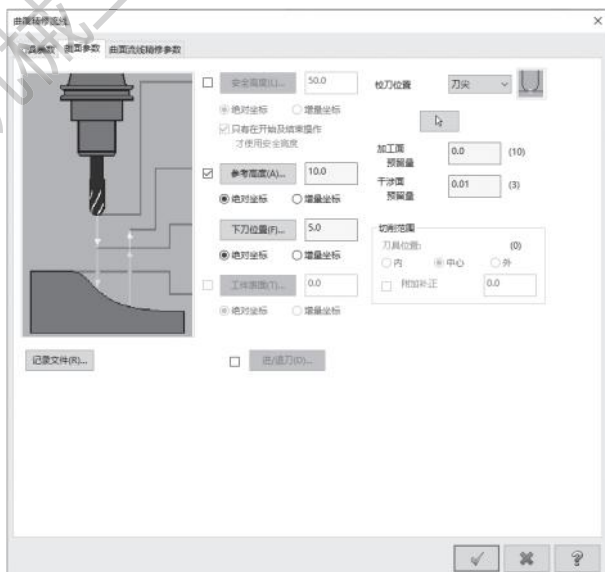

图 4-77 曲面加工参数设置
3) 打开【曲面参数】选项卡, 勾选【参考高度】并设置为 10.0mm, 【下刀位置】为 5.0mm, 勾选所有【绝对坐标】复选项。设置【加工面预留量】为 0.0mm, 【干涉面预留量】都为 0.01mm, 如图 4-77 所示。